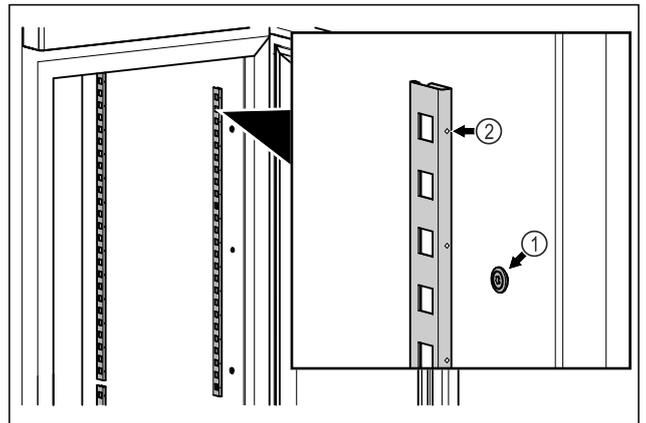

Fig. 83 Immagine a titolo di esempio
- ▶ Agganciare le barre di arresto in sospensione Fig. 83 (1). Il contrassegno Fig. 83 (2) deve essere rivolto in avanti.